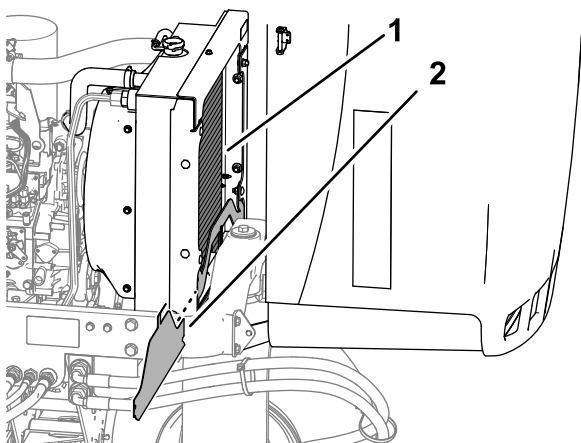

Рисунок 74
4. Снимите нижний щиток радиатора (Рисунок 74).
5. Тщательно очистите обе стороны радиатора водой или сжатым воздухом (Рисунок 74).